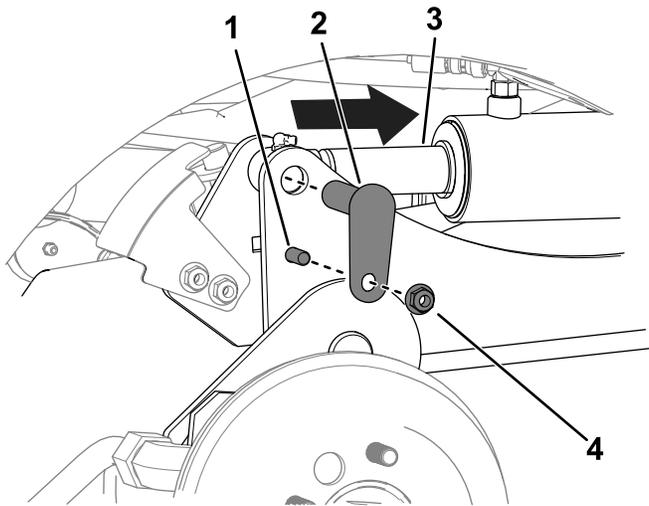

Figure 10
D. Avec 2 boulons ($\frac{3}{8}$ " x $1\frac{1}{4}$ "), 2 écrous ($\frac{3}{8}$ ") et 2 petits axes, fixez les bras de levage aux vérins (Figure 10).